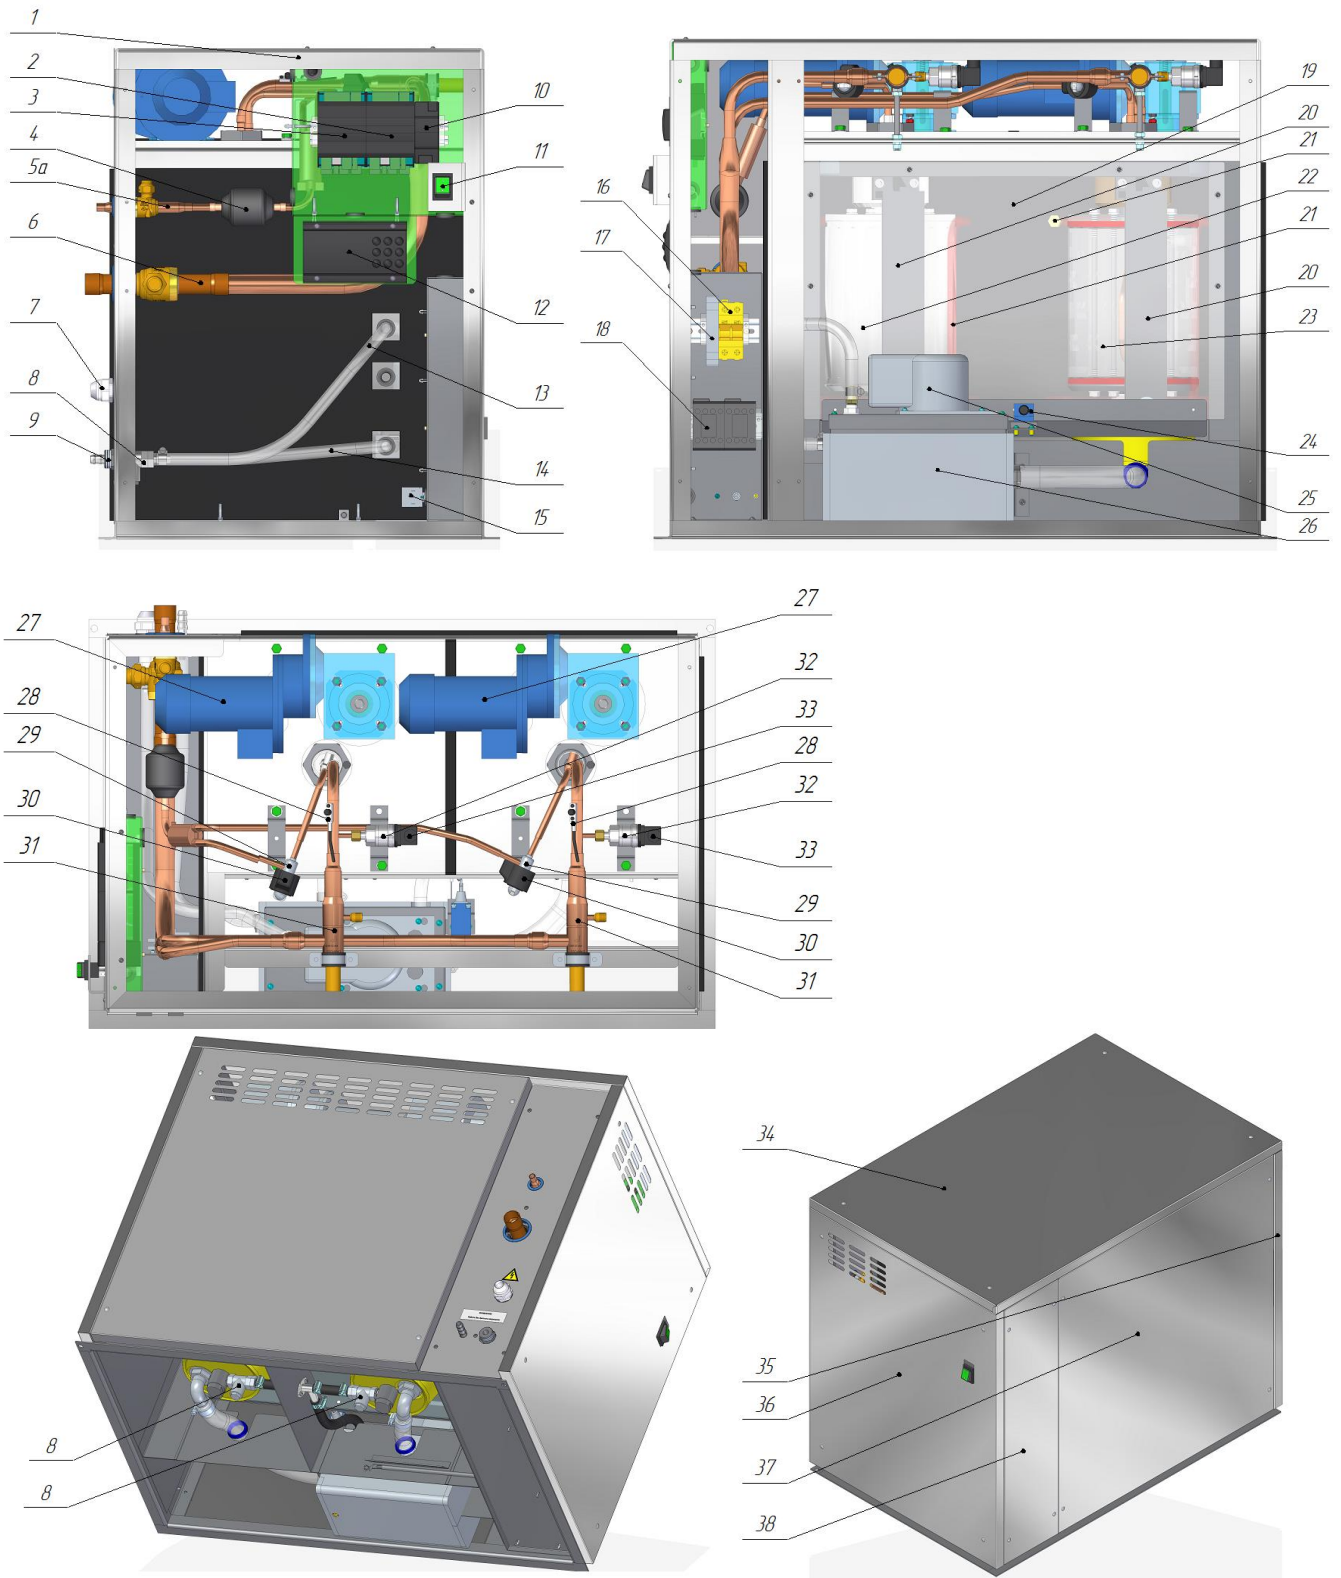
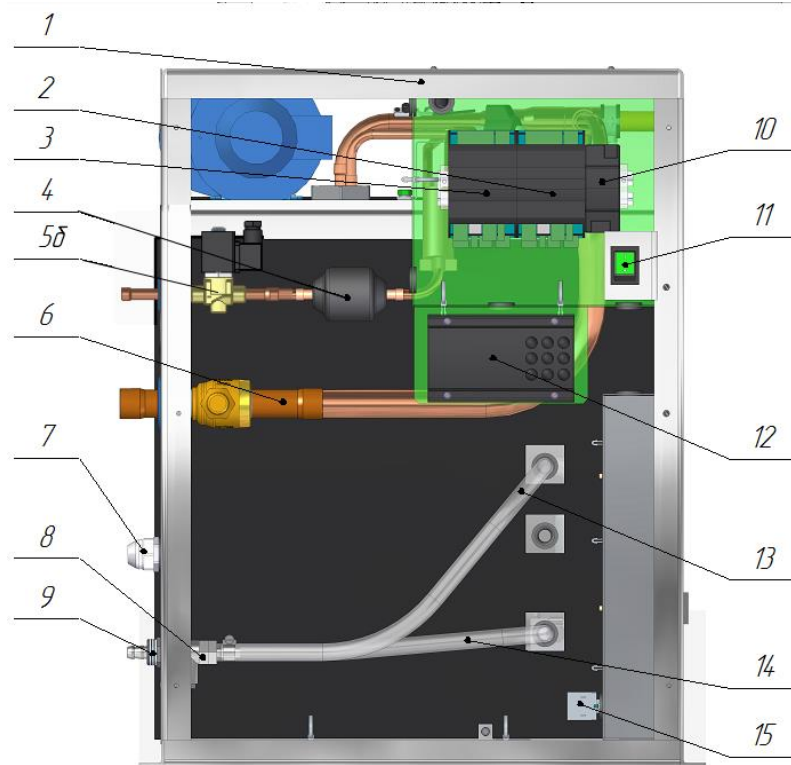

Рис. 1 Устройство льдогенератора ЛГ-1200Ч-03
Рис. 2 Устройство льдогенератора ЛГ-1200Ч-04
**2.1.1** Устройство льдогенераторов чешуйчатого льда ЛГ-1200Ч-03, ЛГ-1200Ч-04 приведено на рис. 1, рис. 2.
(остальное см. рис.1)